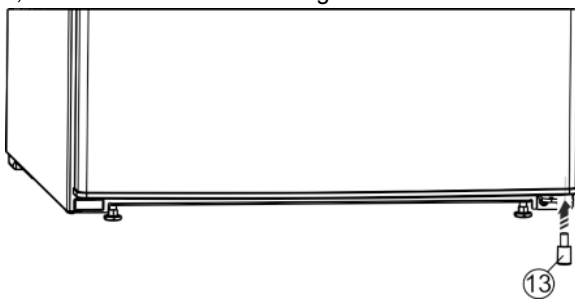

Fig. 11
- ▶ Das Distanzteil *Fig. 11 (13)* wieder rechts unten in die Tür einsetzen, weil es wichtig für die Standfestigkeit des Geräts ist.